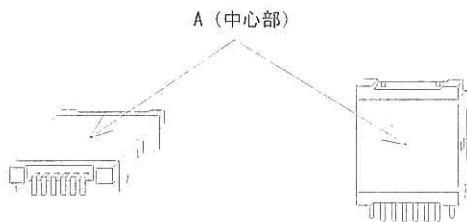

図5.2 温度測定点
- 強制通風で使用する場合は、図5.2のアルミヒートシンク上の温度測定点Aが90℃以下となるようにご使用ください。